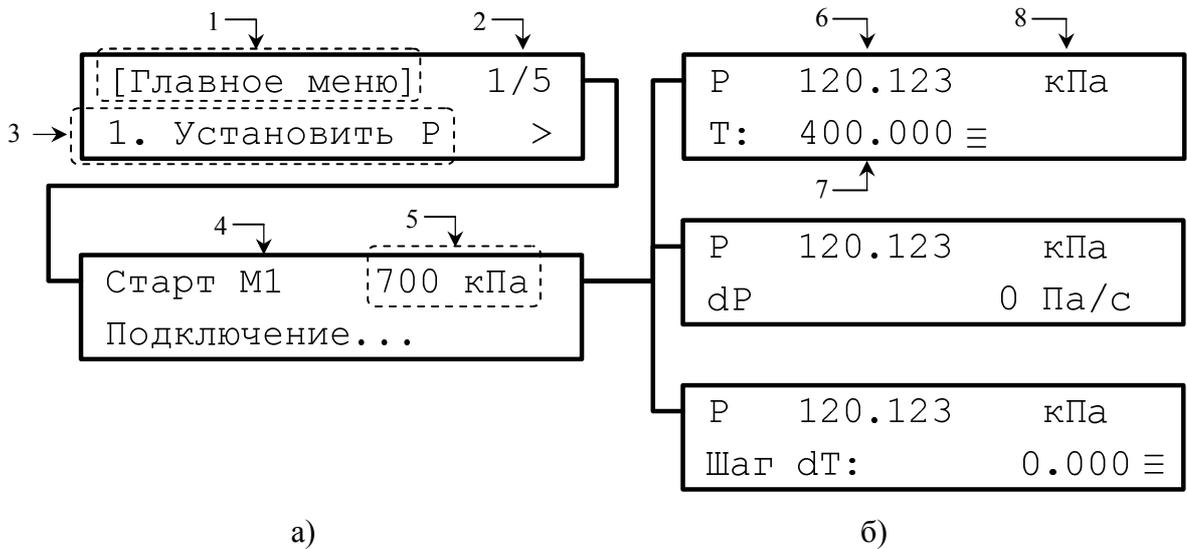
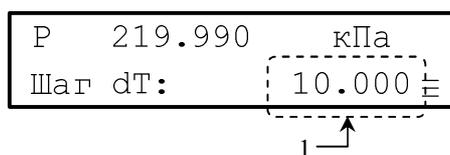

Рисунок 2.4.1
Рисунок 2.6.1
на рис. 2.4.1. Выбор данного пункта производится кнопками ▲, ▼ (либо ) (в случае, если активно какое-либо из подменю, предварительно необходимо выйти в главное меню последовательным нажатием кнопки ◀). Выбрав данный пункт, на дисплее отображается название текущего меню (1), текущий номер пункта (2) из общего количества пунктов данного меню и название пункта (3) (рис. 2.4.1, а). Нажатием кнопки ▶ (либо ) осуществляется вход в окно редактирования значения уставки и запуска регулятора
давления (рабочее окно). При этом на экране кратковременно возникает информационное окно, показанное на рис. 2.4.1, а), отображающее имя текущего активного модуля (4), и верхний предел измерения текущего диапазона активного модуля (5).
В рабочем окне отображается текущее значение давления (6) на выходе КД и уставка (7) в выбранных единицах измерения (8) (рис. 2.4.1, б).
Переход к режиму отображения скорости изменения давления из режима установки давления осуществляется кнопками ▲, ▼ (либо ) (последовательность смены функциональных окон см. на рис. 2.4.1.б). Данный режим может быть использован для проверки герметичности самого КД и пневмомагистрали, в схеме подключения КД.
Базовый режим при установленном ненулевом шаге позволяет изменять значение уставки на величину шага. Переход к установке шага выполняется из рабочего окна кнопками ▲, ▼ (либо ) (последовательность смены отображений см. на рис. 2.4.1.б). Экран при этом имеет вид, изображенный на рис. 2.6.1.
Нажатие любой кнопки выводит в рабочее окно (см. рис. 2.4.1, б).
При выбранном пункте «П/Авто» в меню «Сценарий» кнопкой  (либо ) осуществляется вход в режим полуавтоматического выполнения сценария. При этом на экране кратковременно возникает информационное окно, показанное на рис. 2.4.1, а), отображающее имя текущего активного модуля, и ВПИ текущего диапазона активного модуля.
При выбранном пункте «Авто» в меню «Сценарий» кнопкой  (либо ) осуществляется вход в режим автоматического выполнения сценария. При этом на экране кратковременно возникает информационное окно, показанное на рис. 2.4.1, а).